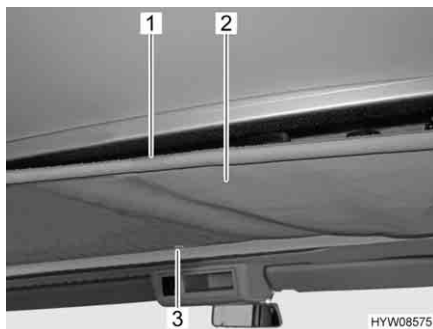

Fig. 23 Copertura
- Sul soffitto della cabina di guida staccare o rimuovere il rivestimento (Fig. 23,2). Questa operazione si può eseguire in tre modi:
- Distacco della chiusura a velcro (Fig. 23,1) dietro
- Distacco dei bottoni automatici (Fig. 23,3) davanti
- Posizionare il rivestimento (Fig. 23,2) nel soffitto del tetto della cabina di guida.